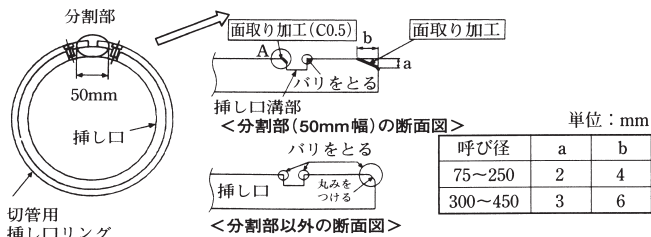

図55 挿し口のバリ取りおよび端面処理
- ③ やすりまたはグラインダなどを使用して、加工部に発生したバリを取り、挿し口端面に丸みをつける。また、図55のように、切管用挿し口リングの分割部が位置する箇所(幅50mm)の挿し口端面には、2×4mm(呼び径75～250)または、3×6mm(呼び径300～450)の面取り、挿し口溝部(A部)にC0.5程度の面取りを行う。
切管用挿し口リングの分割部が位置する箇所の挿し口端面には、必ず図55に示す面取りを行ってください。面取りが不十分な場合、ゴム輪に傷がつき漏水する恐れがあります。